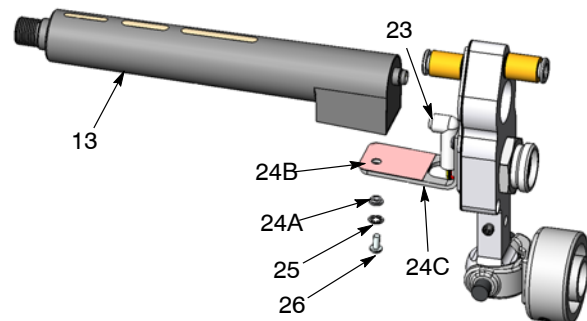

Bild 32 Montering av multiplikator
4. Se bild 32. Skruva av skruven (26) och tag bort låsbrickan (25), tag därefter av multiplikatorn (13) från vinkeln (24C).
5. Koppla loss kablageets kontakt (23) från multiplikatorn.